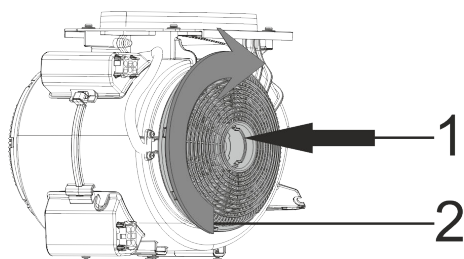

Fig. 5: FILTRO A CARBONI
- 1-Posizionare il filtro a carbone nella sua sede (Fig. 5).
- 2-Ruotando il filtro a carbone in senso orario, assicurarsi che esso sia completamente in sede (Fig. 5).